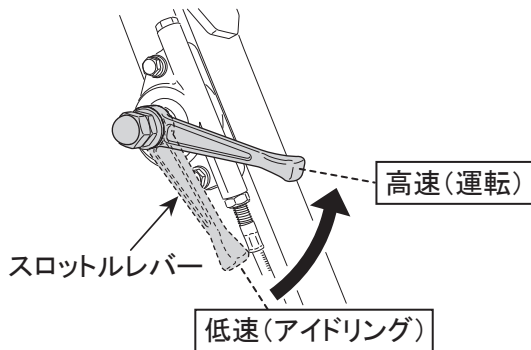

図 10
1. スロットルレバーを高速(運転)位置にします。スロットルレバーは勢いよく動かしてください。ゆっくり操作しますとクラッチがスリップを起こして、動作不良や故障の原因となります。(図10)